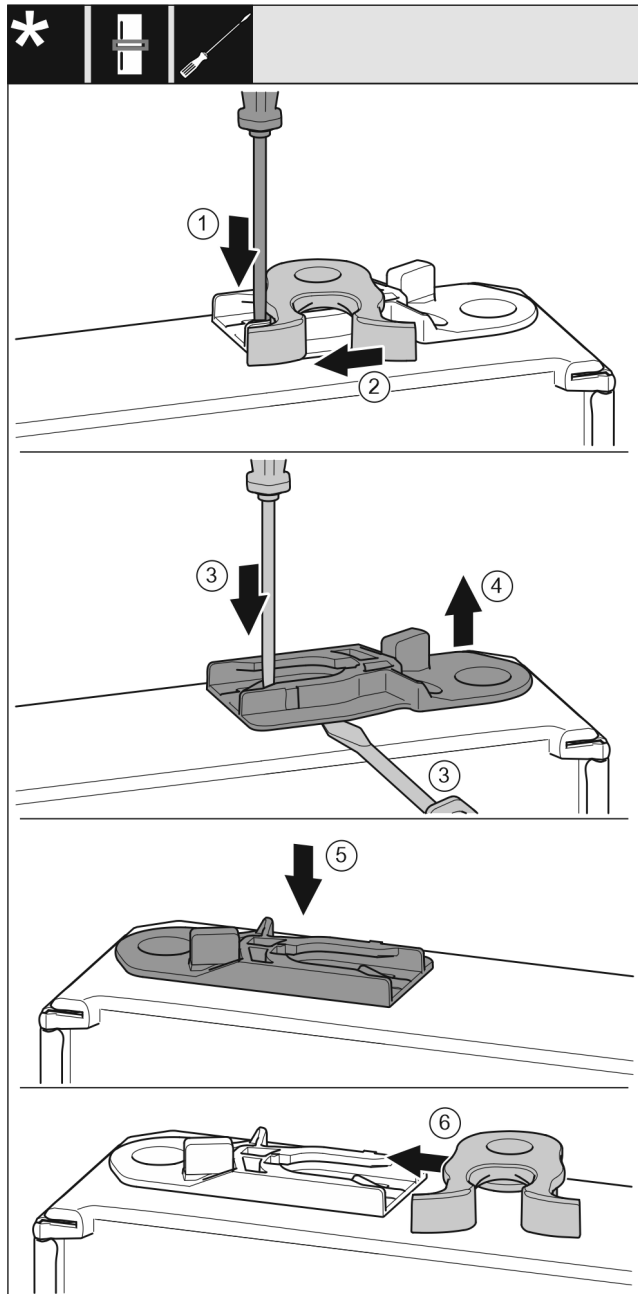

Fig. 19
- ▶ Tryk lasken Fig. 19 (1) nedad med en kærnskruetrækker.
- ▶ Træk låsekrogen Fig. 19 (2) ud af føringen.
- ▶ Træk styrebøsningen Fig. 19 (3, 4) ud: Tryk på lasken med en kærnskruetrækker, og flyt den samtidig ind under styrebøsningen med kærnskruetrækkeren.
- ▶ Skub den medfølgende styrebøsning Fig. 19 (5) ind på den anden side af huset.
- ▶ Skub låsekrogen Fig. 19 (6) i føringen.